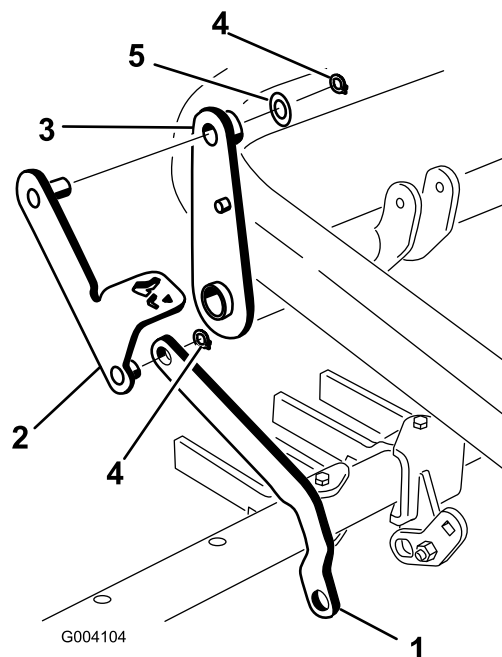

図 14
3. ツールバーのリンクの端部を、ペダル・レバー・アセンブリのペダル側端部にセットし、リテーナ・リングで固定する (図 14)。
4. ペダル・レバー・アセンブリのもう一方の端部のポストを、レバー・アセンブリの上部に通し、ワッシャ (7/8 in) とリテーナ・リングとで固定する (図 14)。